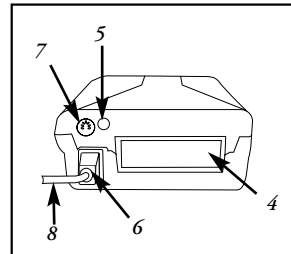

Figura 3
- Enchufe el cable apropiado al conector de CA **Figura 3**.